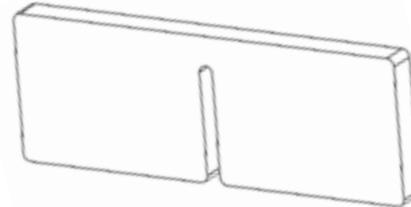

Abbildung 21
- Suchen Sie die zwei (2) Schaumstoffabstandhalter. Wie sie aussehen, sehen Sie in Abbildung 21.